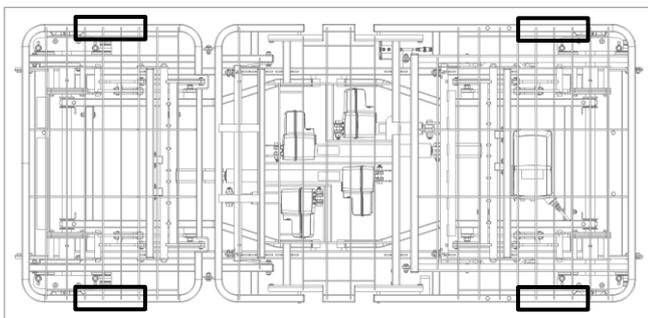
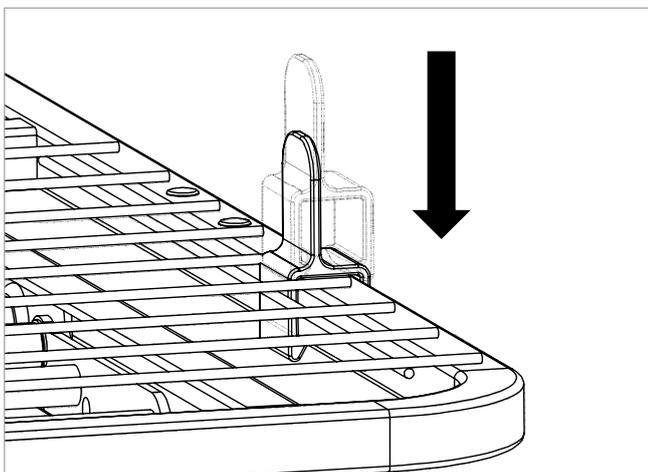
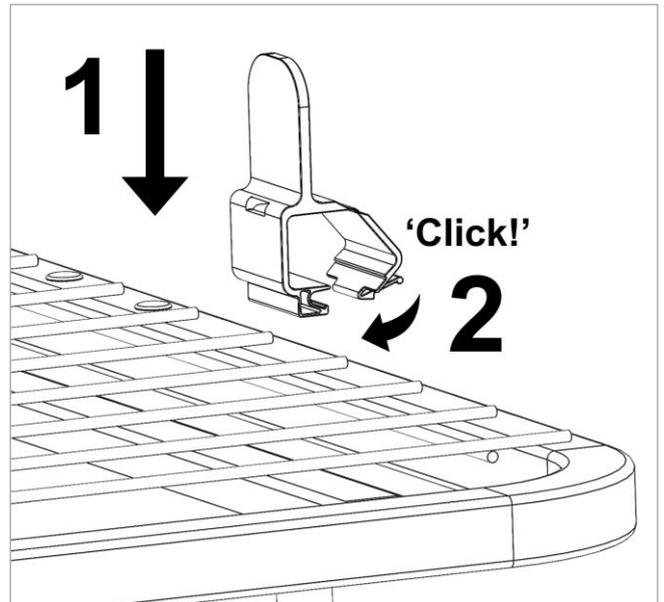

Figure 8.8
Figure 8.9, type à clip ouvert
Figure 8.10, type à clip fermé
16. Installez les quatre guides de matelas comme illustré à la Figure 8.9 (type à clip ouvert) ou à la Figure 8.10 (type à clip fermé), en notant l'orientation et les emplacements indiqués à la Figure 8.8. Ils peuvent être montés dans n'importe quelle position à l'intérieur des emplacements indiqués.